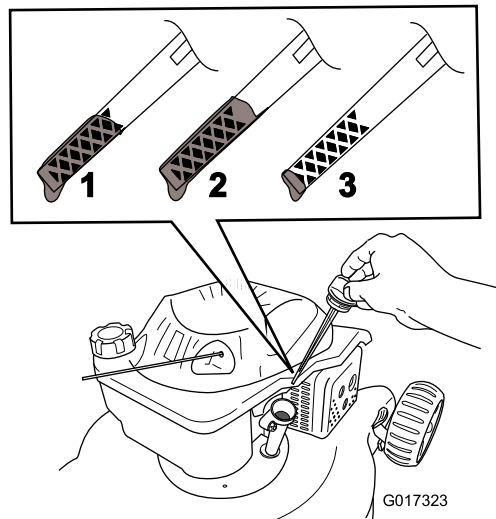

Figura 15
2. Retire la varilla (Figura 15).
5. Observe en la varilla el nivel de aceite (Figura 15).